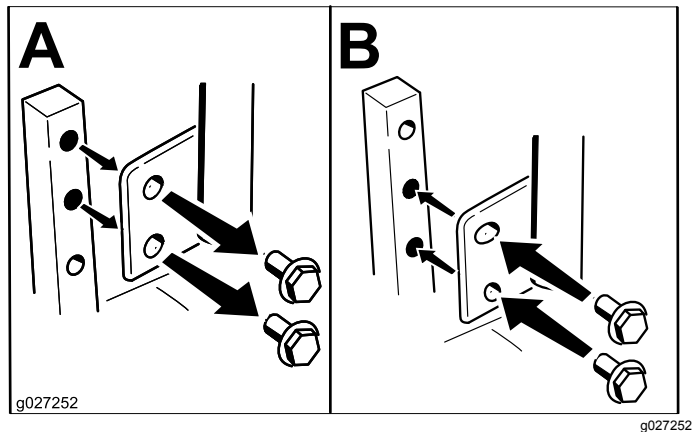

Figura 20
Las palancas de control de movimiento pueden ser ajustadas hacia arriba o hacia abajo para que su manejo sea más cómodo (Figura 20).
2. Afloje el perno inferior lo suficiente para poder desplazar hacia adelante o hacia atrás la palanca de control (Figura 20).